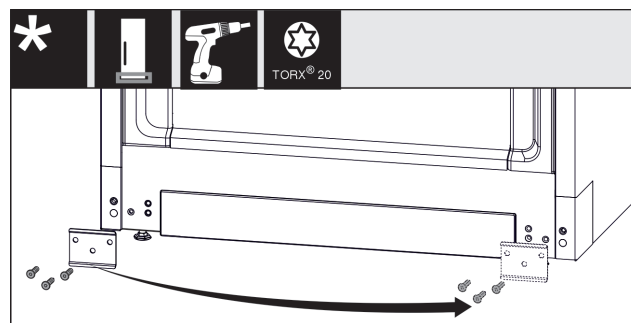

Fig. 14
- Odšroubujte plech Fig. 14 (1), přesuňte jej na druhou stranu a přišroubujte jej zpět.